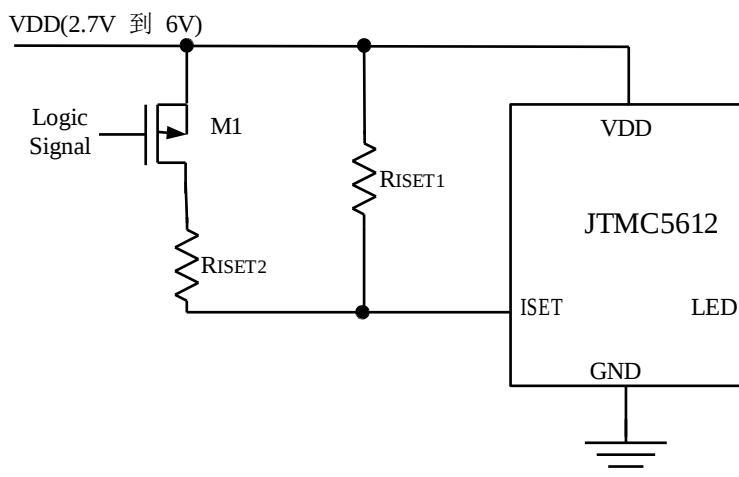

图6 用逻辑信号调整亮度
2. 用逻辑信号调整发光二极管的亮度（如图6所示）
如果只需要分几个档次来调整发光二极管的电流，可以用逻辑信号来实现，图6示出了分两个档次来调整发光二极管的电流的电路。R_{ISSET1}设置了流经LED管脚的最小电流（当P沟道场效应晶体管关断时，即逻辑信号为高电平的情况）。R_{ISSET2}设置了流经LED管脚的的电流的增加量（逻辑信号为低电平）。